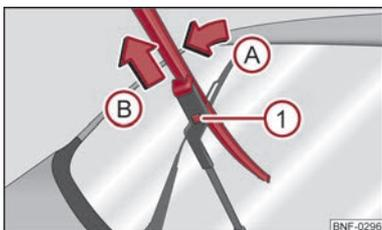

Abb. 30 Scheibenwischerblatt der Frontscheibe
- Heben Sie den Scheibenwischerarm von der Frontscheibe an und kippen Sie das Scheibenwischerblatt geringfügig in Richtung Scheibenwischerarm, Pfeil (A) ⇒ Abb. 30.
- Entriegeln Sie mit der anderen Hand die Sicherung ① und nehmen Sie das Scheibenwischerblatt in Pfeilrichtung (B) ab.